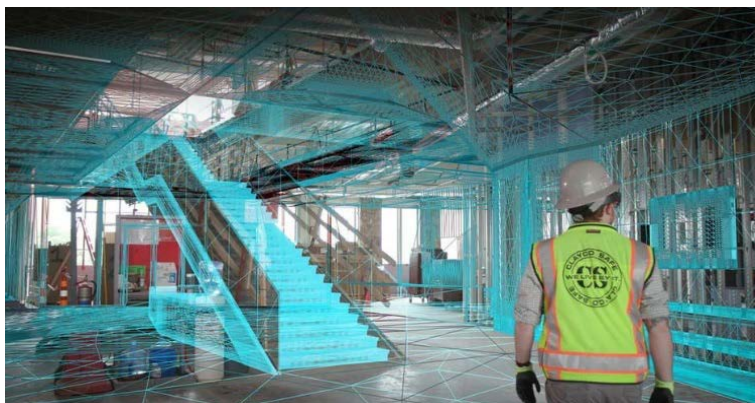

Рис. 7.3. Дополненная реальность (AR) на строительном объекте
Технологии виртуальной (VR) и дополненной реальности (AR) выводят взаимодействие с моделью на новый уровень: VR позволяет погрузиться в виртуальную копию будущей насосной станции или участка канала для оценки пространственных решений и выявления скрытых проблем, а AR накладывает цифровую информацию (например, трассировку подземных коллекторов или схемы подключения оборудования) на реальную стройплощадку или существующий объект, облегчая монтаж, контроль и обслуживание (рис. 7.3).